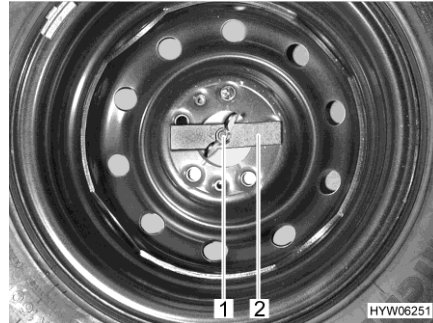

Bild 157 Ersatzrad im Heckstauraum
- Flügelmutter (Bild 157,1) von Hand lösen und abschrauben.
- Druckstück (Bild 157,2) abnehmen.